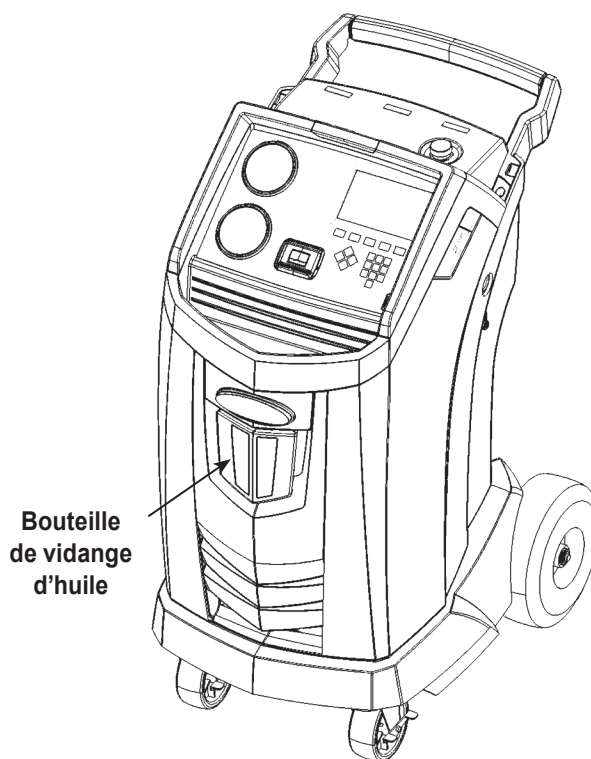

Figure 4
2. Si le système n'est pas doté d'un compresseur électrique à huile POE, sélectionnez **X** pour continuer. Si le système est doté d'un compresseur électrique à huile POE, sélectionnez **✓** pour rincer toute l'huile résiduelle dans les tuyaux. Il vous sera demandé de « brancher tuyaux de maintenance aux ports de stockage et ouvrir vannes de couplage ». Voir Figure 4 sur la page 19. Une confirmation lancera le processus de rinçage des tuyaux. Une fois l'opération terminée, sélectionnez **▶▶** pour poursuivre le processus de charge.
3. Enlevez la bouteille de vidange d'huile de la machine Robinair (voir Figure 4). Videz la bouteille d'huile et éliminez l'huile conformément aux réglementations applicables. Réinstallez la bouteille de vidange d'huile sur la machine.